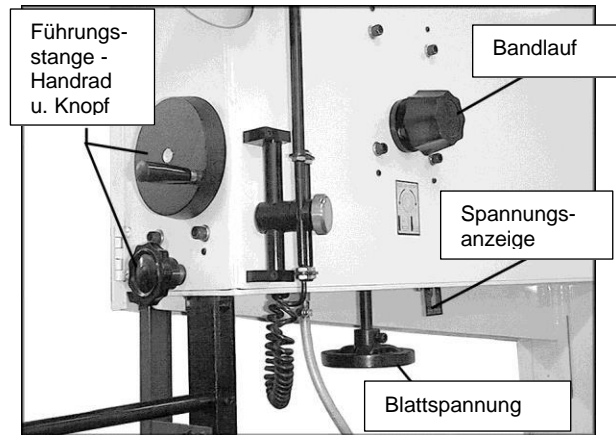
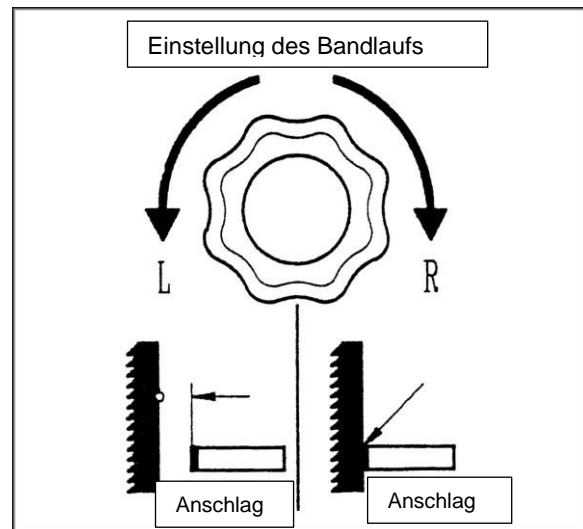

Abb. 6
Abb. 7
4. Lösen Sie das Blatt, indem Sie den Schnellspannhebel (Abbildung 6) nach links bewegen.
Drehen Sie das Bandspannrad nach rechts, um die Blattspannung zu erhöhen, nach links, um die Blattspannung zu verringern. Stellen Sie zunächst die Bandspannung so ein, dass sie der Blattbreite entspricht, wie auf der Blattspannungsanzeige (Abbildung 6) angegeben. Sobald Sie sich mit der Säge vertraut gemacht haben, können Sie die Blattspannung durchaus von der ursprünglichen Spannung abweichend einstellen, je nach Breite des Blattes und dem Schneidgut.
6. Wenn das Blatt nicht richtig läuft, drehen Sie die Bandlauf-Griffschraube (Abbildung 6) im Uhrzeigersinn, um das Band nach vorne zu bewegen (von der Vorderseite der Säge aus gesehen) oder gegen den Uhrzeigersinn, um das Blatt nach hinten zu bewegen. HINWEIS: Dadurch wird das Blatt auch von den Anschlägen an den Sägeblattführungen weg oder zu diesen hin bewegt, wie in Abbildung 7 dargestellt.
Für ein effektives Schneiden und aus Sicherheitsgründen sollte ein minimaler Abstand zwischen der Werkstückoberseite und der Blattführungsunterseite eingehalten werden. Lösen Sie den Feststellgriff (siehe Abbildung 6) und drehen Sie das Handrad (Abbildung 6), um die Führungsstange anzuheben oder abzusenken, bis die Führungen etwa 4,75 mm vom Werkstück entfernt sind.